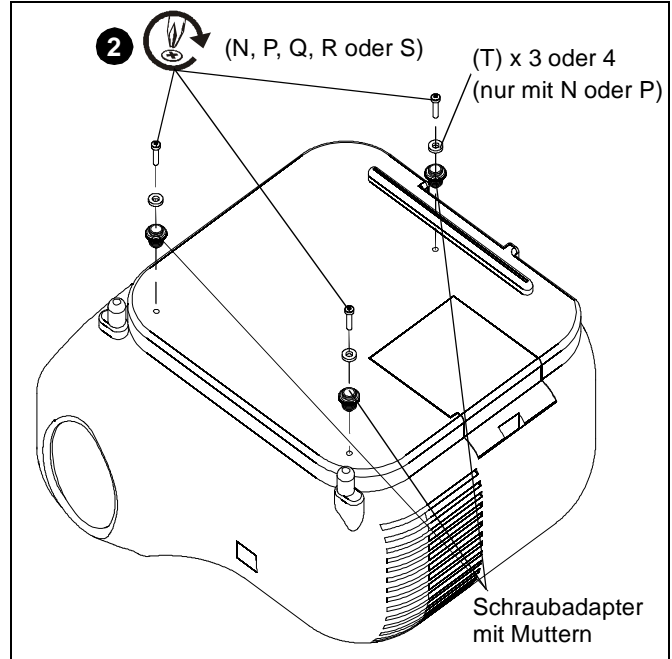

Abb. 14
2. Führen Sie die Schrauben durch die Schraubadapter mit den Höheneinstellmuttern in die Projektorlöcher ein. (Siehe Abb. 14)
**HINWEIS:** Verwenden Sie die Unterlegscheiben (T) nur, wenn Sie M- oder N-Schrauben zur Befestigung der Schraubadapter am Projektor benutzen.